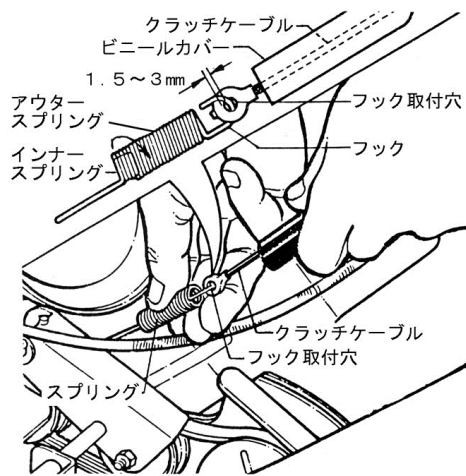

図 6-4
1. エンジンを停止して、クラッチレバーを放した状態でスプリングのフックとクラッチケーブルのフック取付穴との遊びを点検します。適切に調節されているときは、1.5～3ミリの遊びがあります。(図6-4)
3. 遊びがないとクラッチレバーを放しても、ベルトの張りが完全ゆるまないため、停止しなかったり、たとえ停止してもベルトに負荷がかかったまま、プーリが空転するためベルトの寿命を著しく縮めます。(図6-4)